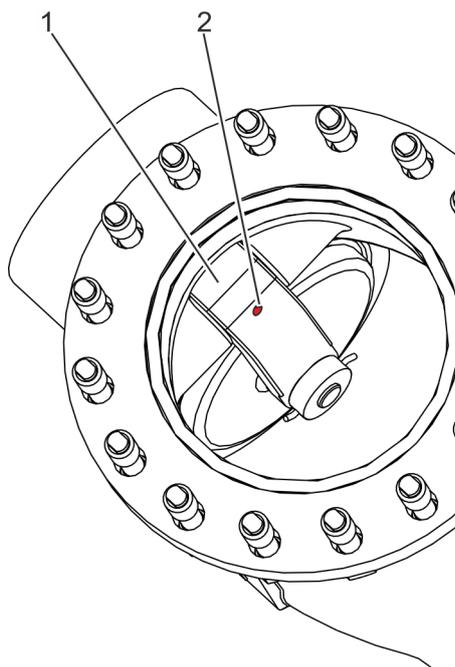

Fig. 32: Retirar el cáncamo macho
**17.**▶ Desenrosque el cáncamo macho del orificio (Fig. 32/2) en el brazo de la clapeta (Fig. 32/1).